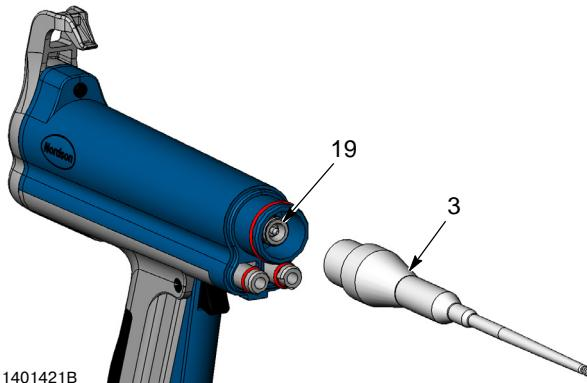

Рис. 4 Снятие держателя резистора
- См. рис. 4. Вывернуть держатель резистора (3) из умножителя (19).
- См. рис. 4. Навернуть держатель резистора на умножитель.